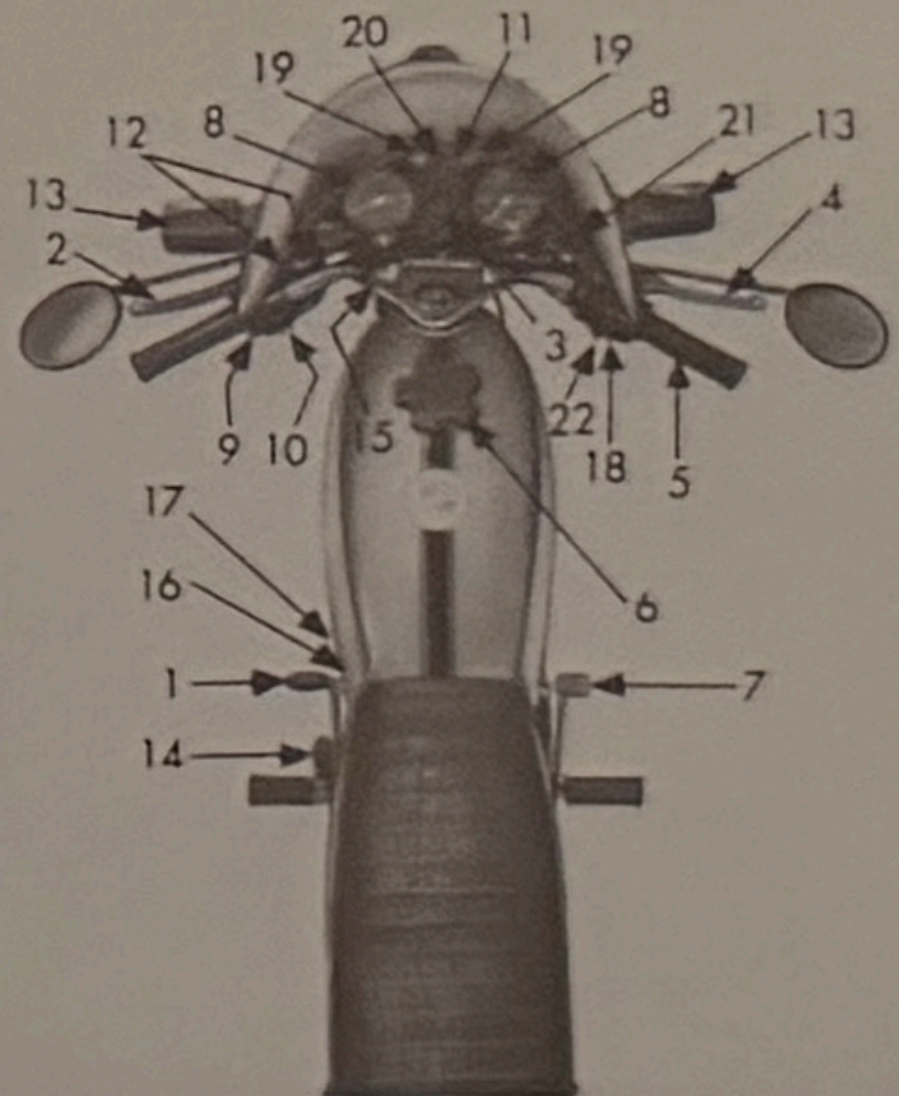
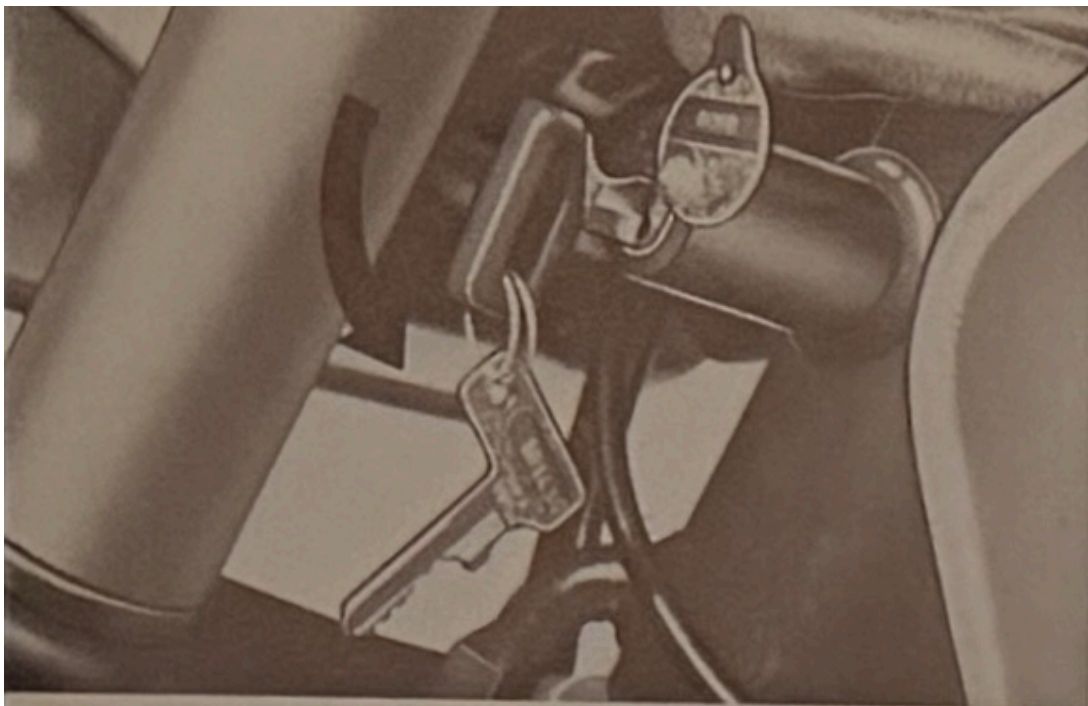

Bild 1
Bild 5
zu Bild 1
- 15 = Lenk-Sicherheitsschloß (verd., s. Bild 5)
Die Fahrzeuge sind mit einem Zündschloß (Bild 1/3 und Skizze) und mit einem Lenkschloß (Bild 5) ausgerüstet.